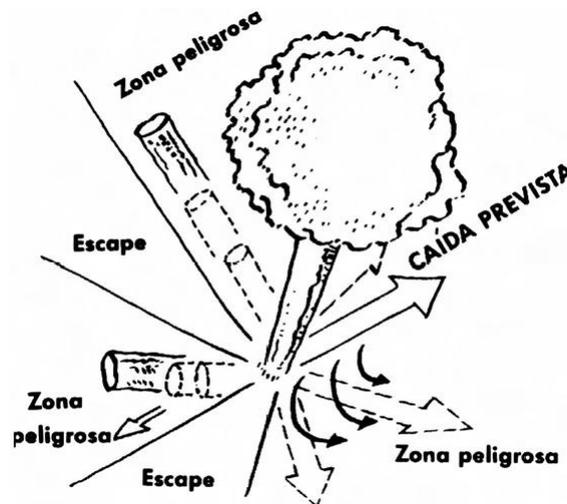

Figura 6.7. Rutas de escape para el trabajador y caída del árbol.
- Siempre tenga presente las rutas de escape, diagonalmente hacia atrás de la caída prevista, a la hora de derribar un árbol (figura 6.7).